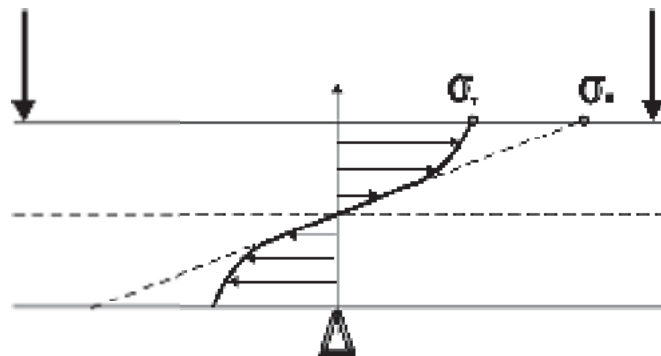

Рис. 10
зультате пластическое течение захватывает более глубокие слои балки. Распределение напряжений становится иным (рис. 10). Вблизи поверхности балки напряжения не могут быть больше предела текучести. От них растет момент, с которым сопротивляются внутренние силы балки внешнему моменту. Но расчет напряжения на поверхности балки по-прежнему ведется по формуле (1). Она и дает завышенную прочность при изгибе.